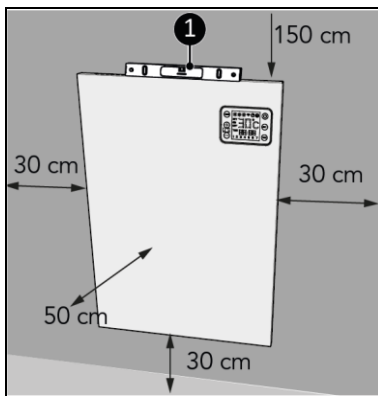

Figura 7
1. Așezați dispozitivul pe o suprafață verticală și solidă. Utilizați o nivelă cu bulă de aer când așezați dispozitivul (Figura 7, poz. 1).
2. Așezați dispozitivul la o distanță minimă (Figura 7) de: